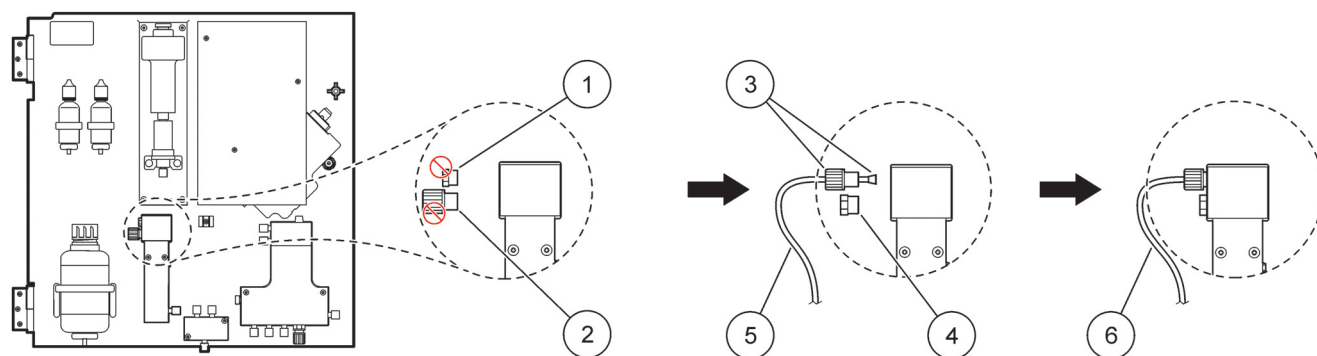

Рисунок 27 Конфигурация 2-параметрической версии прибора
Обратитесь к Рисунок 27 и следующим инструкциям для подключения 2-параметрической конфигурации.
1. Извлеките маленькую глухую заглушку (позиция 1, Рисунок 27) из верхнего отверстия переливной емкости. Снимите большой фитинг (позиция 2) с нижнего отверстия переливной емкости. Выбросите заглушку и фитинг.